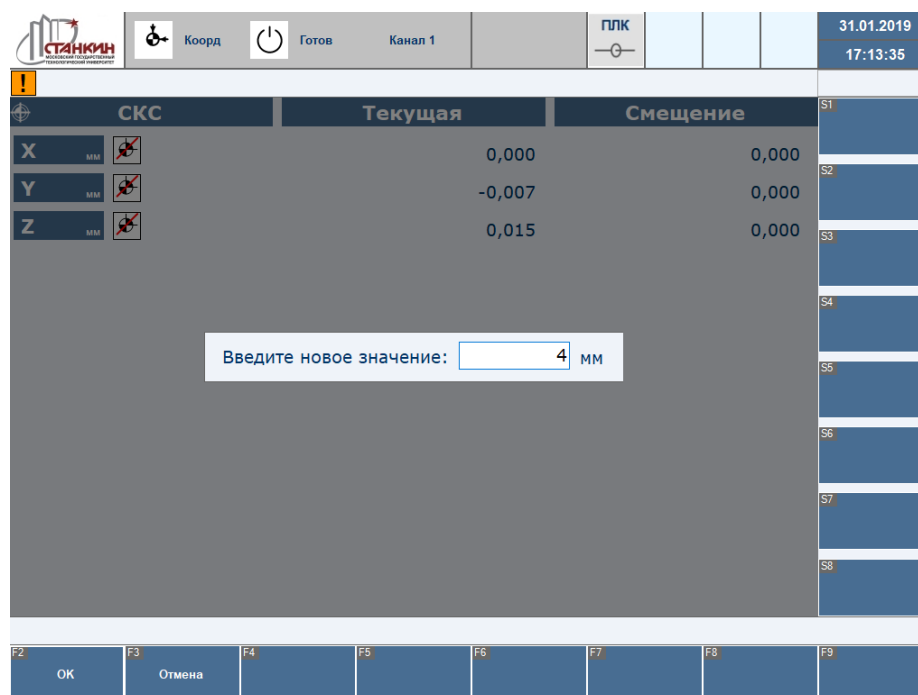

Рисунок 17 – Диалог ввода значения положения нулевой точки для выбранной оси
- F2 – F8 – выбор оси для ввода значения положения нулевой точки. Вызывают диалог ввода значения нулевой точки для выбранной оси (Рисунок 17).